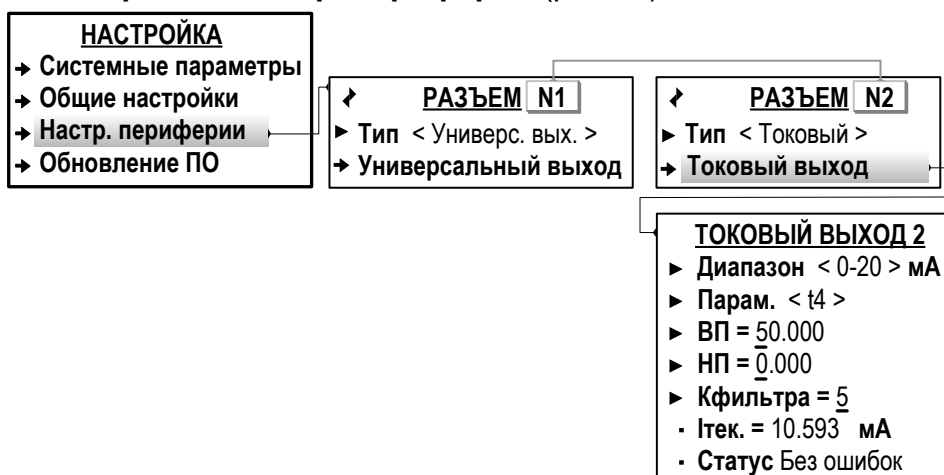

Рис.29. Вид меню настройки токового выхода (режим СЕРВИС).
7.6.4.2. Настройка параметров токового выхода выполняется в меню **Настройка / Настр. периферии** (рис.29).